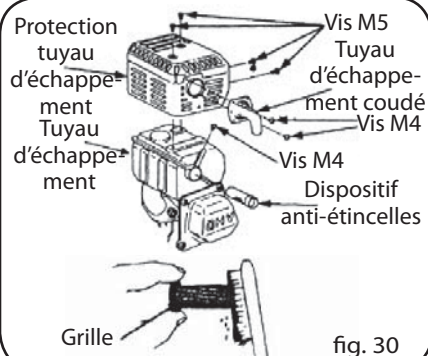

fig. 30
- Dévisser les deux écrous M4 et enlever le tuyau d'échappement coudé du corps du moteur (Fig. 30).